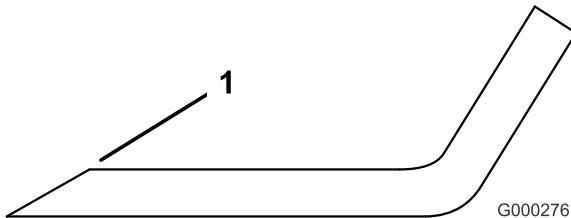

Figure 49
1. Au moyen d'une lime, aiguissez les tranchants aux deux extrémités de la lame (Figure 49) en veillant à conserver l'angle de coupe d'origine. Limez la même quantité de métal sur chacun des deux tranchants pour ne pas déséquilibrer la lame.